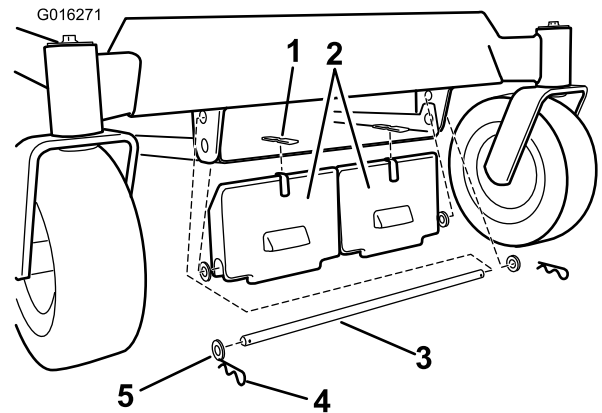
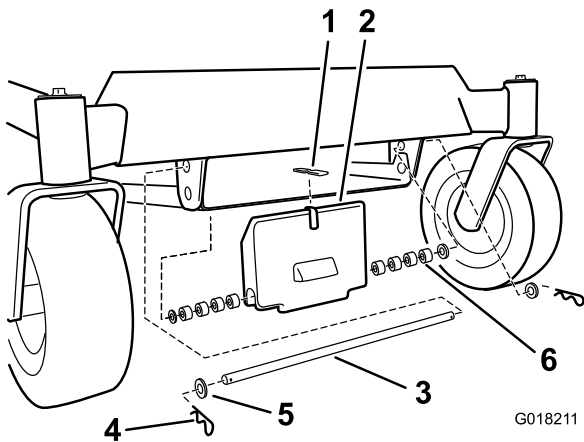

Bild 2
Bild 3
- Montieren Sie eine Klebestoßleiste am Ballast (Bild 2 und Bild 3).
- Befestigen Sie den Ballast mit einer Stange, vier Scheiben und zwei Splints, wie in Bild 2 dargestellt. Verwenden Sie die acht Distanzstücke, wenn Sie nur einen Frontballast befestigen, wie in Bild 3 dargestellt.